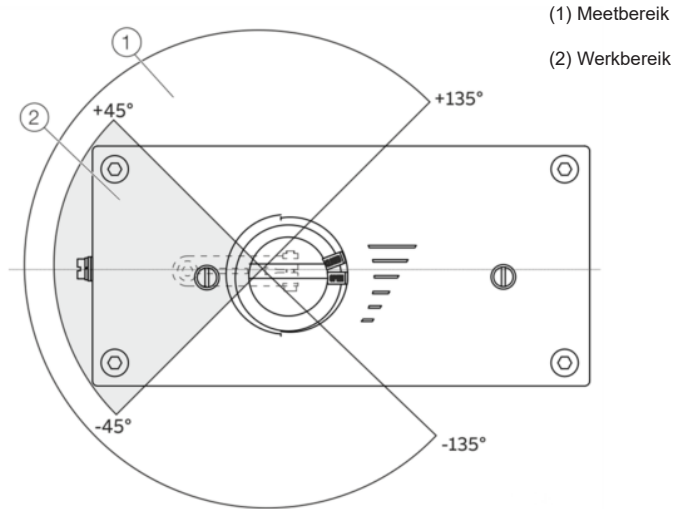
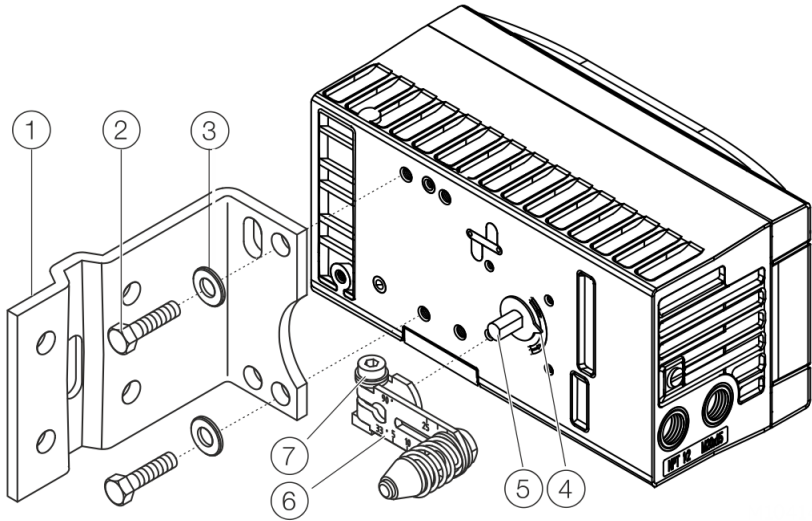

Fig. 3
Fig. 6
1. Bevestig de hendel (6) op de feedbackkas (5) van de klepstandsteller (kan vanwege de geslepen vorm van de feedbackkas slechts in één positie worden gemonteerd).
2. Controleer aan de hand van de pijlmarkeringen (4) of de hendel binnen het werkbereik (tussen de pijlen) beweegt.
3. Draai de schroef (7) op de hendel met de hand vast.
Draai de schroeven zo gelijkmatig mogelijk aan om de latere lineariteit te waarborgen. Lijn de montagebeugel uit in het langwerpige gat om zeker te zijn dat het werkbereik symmetrisch is. Stel de klep middenslag in en lijn de hendel horizontaal uit (item 4 Fig. 6). Draai dan de montagebout vast (item 4 Fig. 6) (de hendel beweegt tussen de pijlmarkeringen Item 4 Fig. 3).